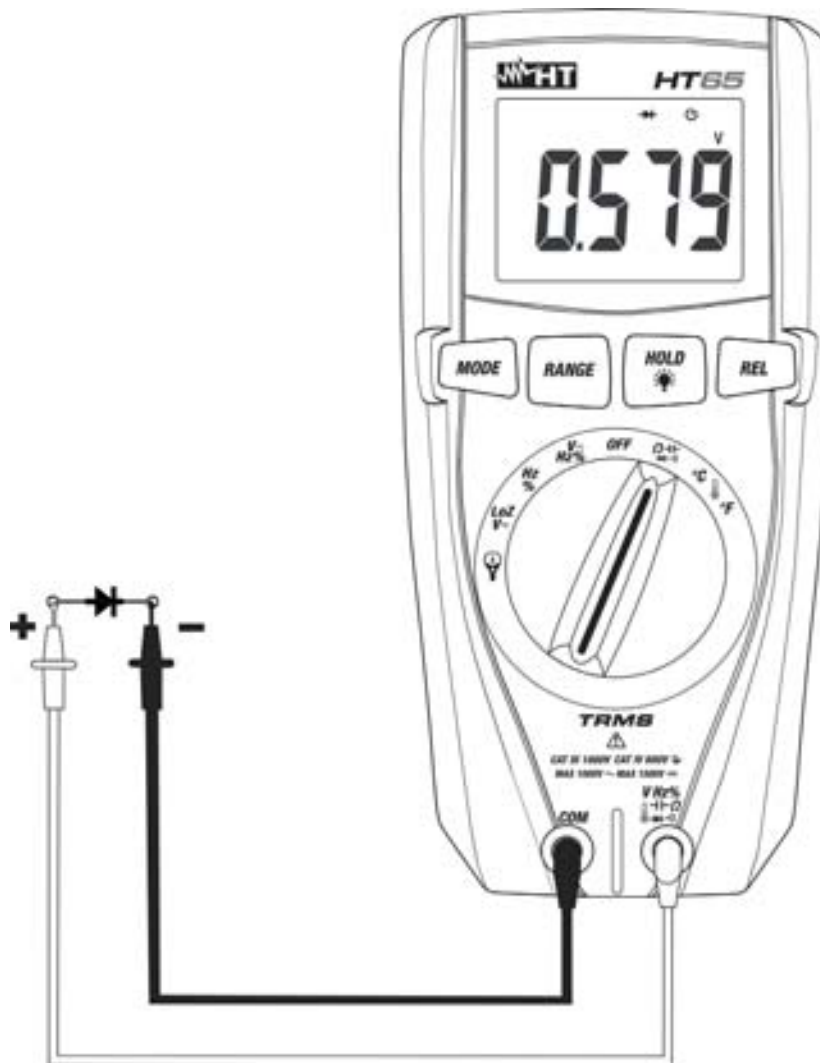

Fig. 7: Utilisation de l'instrument pour le test des diodes
4. Positionner les embouts aux extrémités de la diode sous test (voir Fig. 7) en respectant les polarités indiquées. La valeur de la tension de seuil en polarisation directe est affichée à l'écran
6. Si l'instrument affiche le message "OL." les bornes de la diode sont inversées par rapport à ce qui est indiqué dans Fig. 7 ou bien la jonction P-N de la diode est endommagée